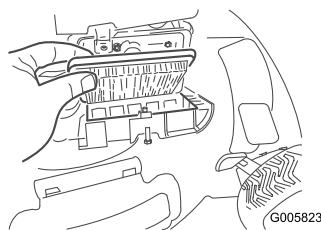

Figura 20
2. Cambie el filtro de aire (Figura 20).